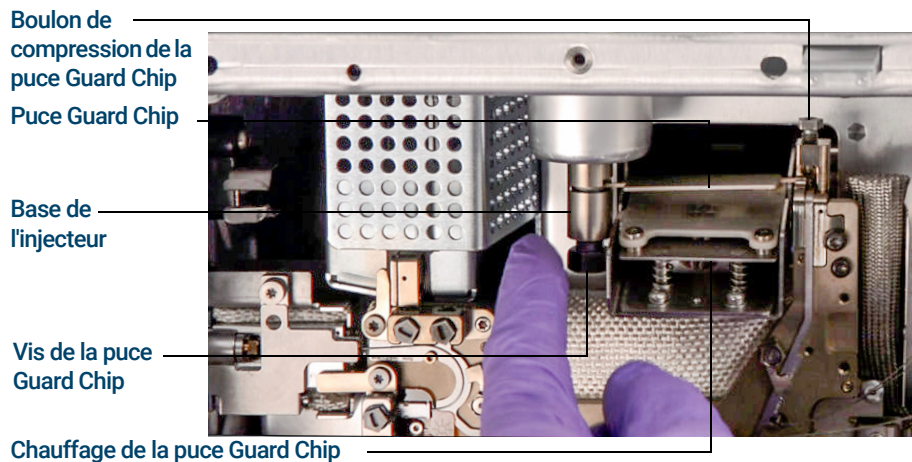

Figure 12. Puce Guard Chip et pièces associées
- 9 Sortir la plaque d'accès du boulon de compression pour permettre au générateur de couple d'avoir accès au boulon de compression de la puce de protection. (Voir **Figure 12** page 73.)